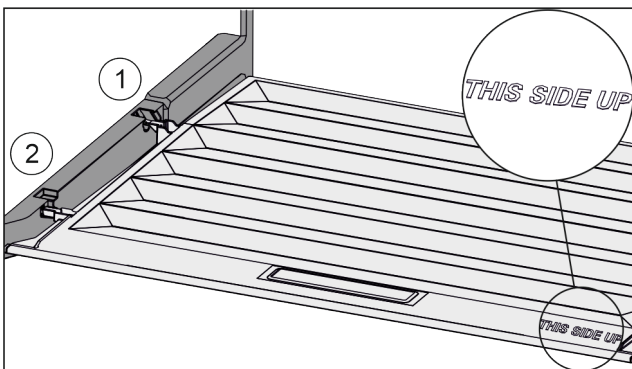

*Fig. 128*
- ▶ Издърпайте напред *Fig. 128 (1)* капака до отвора в задържащите части.
- ▶ Повдигнете го отзад отдолу и отстранете *Fig. 128 (2)* нагоре.